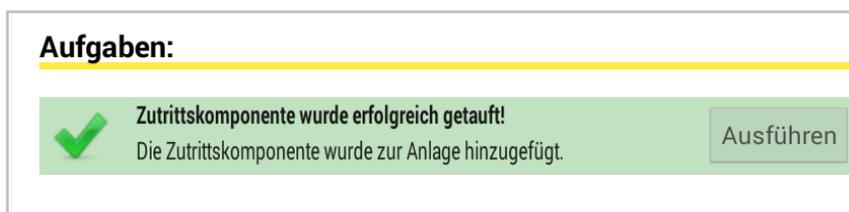

Abbildung 148: Xesar-Tablet – erfolgreiche Taufe
- Der positive Abschluss der durchgeführten Aufgabe wird bestätigt (Abbildung 148: Xesar-Tablet – erfolgreiche Taufe).